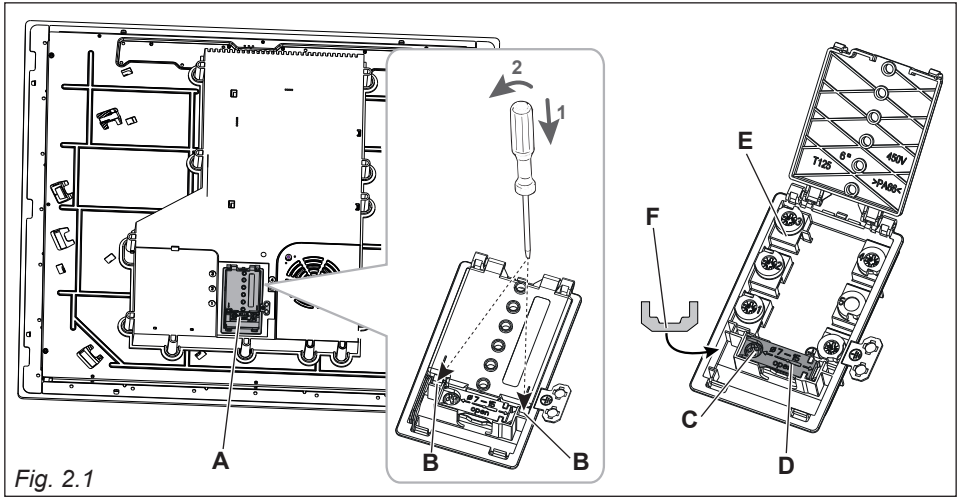

Fig. 2.1
- Sganciare il coperchio "A" della morsettiera inserendo un cacciavite nei due ganci "B" (fig. 2.1).
- Svitare la vite "C" e aprire completamente il fermacavo "D" (fig. 2.1).